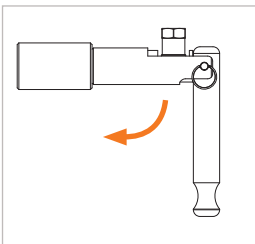

Abbildung 5
- ▶ Betätigen Sie den Spannhebel (Pos. 2) nach oben bzw. unten (*Abbildung 5*). Der Adapter zieht sich selbstständig an den Prüfling an und stellt eine druckdichte Verbindung her.